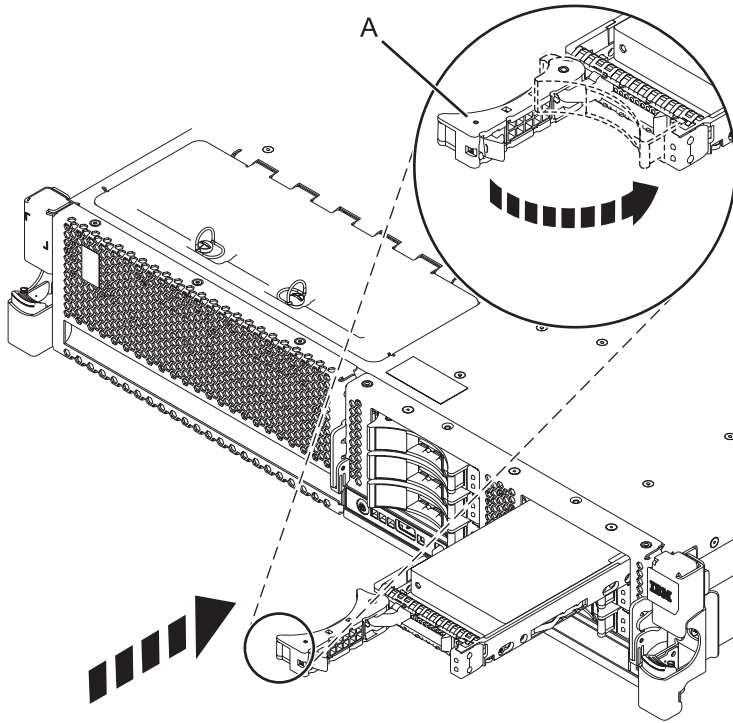

Figure 6. Installation de l'unité de disque dans l'unité centrale
6. Lorsque le voyant d'identification clignote, faites glisser complètement l'unité dans l'unité centrale ou l'unité d'extension, et poussez complètement la poignée **(A)** de l'unité jusqu'à ce qu'elle se verrouille, comme indiqué à la figure 6, à la page 16.